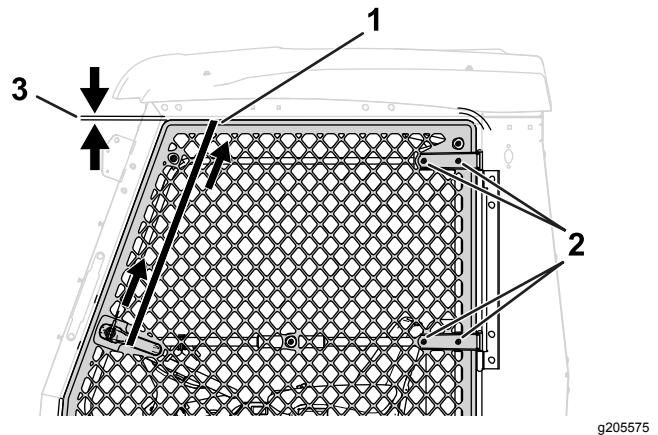

Figure 6
- Fermez la porte et immobilisez-la à l'aide d'une sangle à cliquet (Figure 6).
- Desserrez les 4 boulons et les 4 écrous sur la charnière de porte (Figure 6).
- Tendez la sangle à cliquet pour tirer la porte vers le haut (Figure 6).